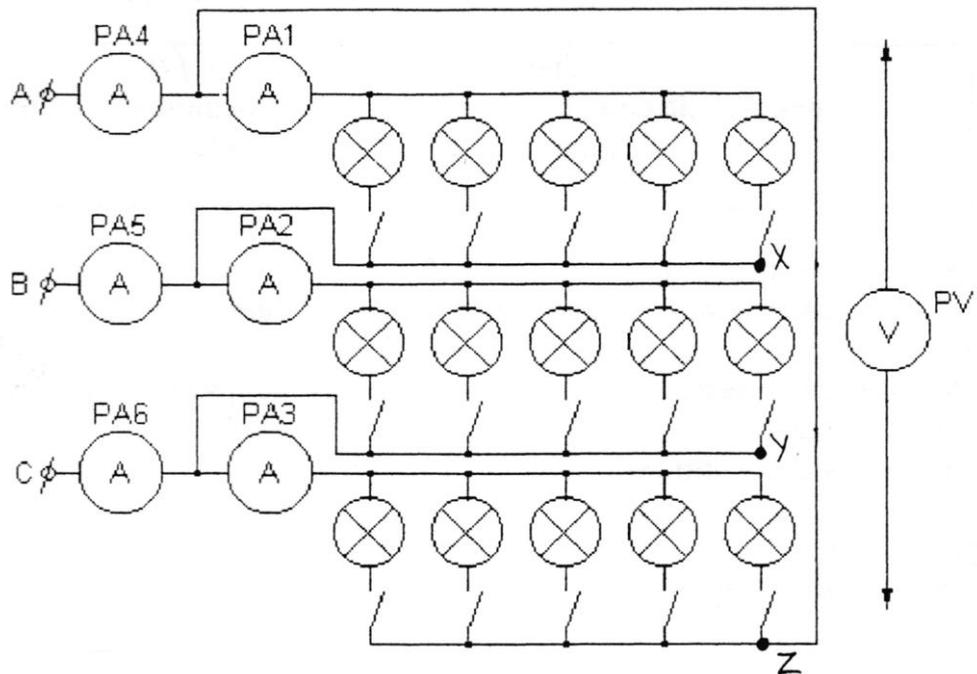

Рис. 2
- 5.8. Собрать электрическую цепь в соответствии с рис. 2, и пригласить для проверки электрической цепи преподавателя.